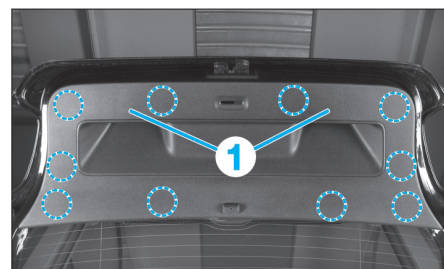

FIG. 69
- Déposer les vis (1) (Fig.69).